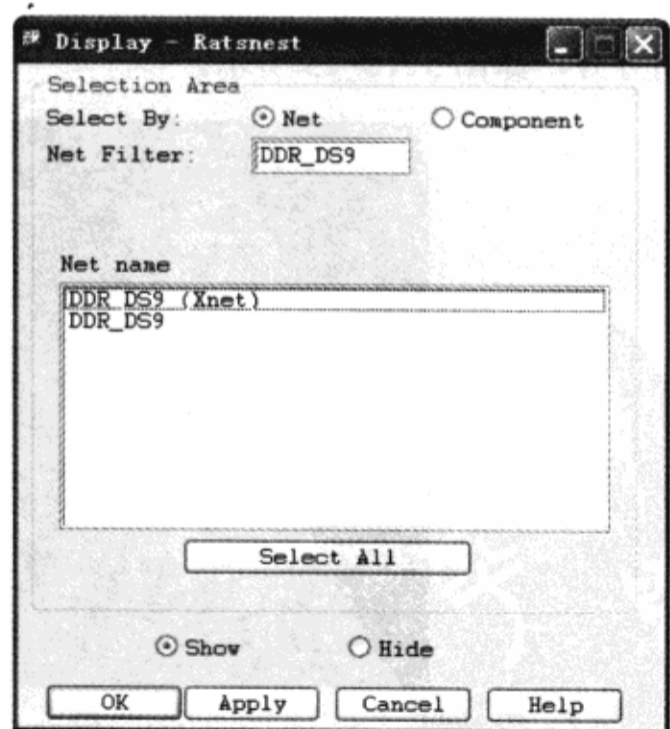

图 3-10-73 “Display - Ratsnest”对话框
(6) 在“Display - Ratsnest”对话框的顶部选择“Select By:”后面的“Net”单选按钮，并在“Net Filter:”栏中输入“DDR\_DS9”，如图 3-10-73 所示。